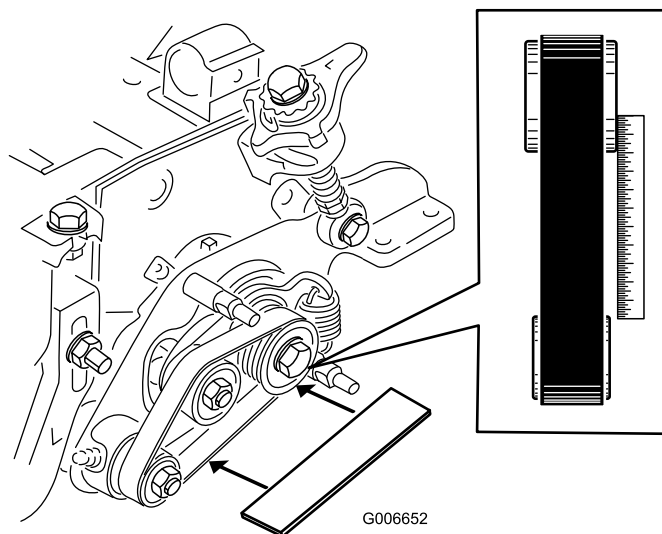

Figura 12
- Disponha uma régua de traçar ao longo da face externa da polia de transmissão (Figura 12).